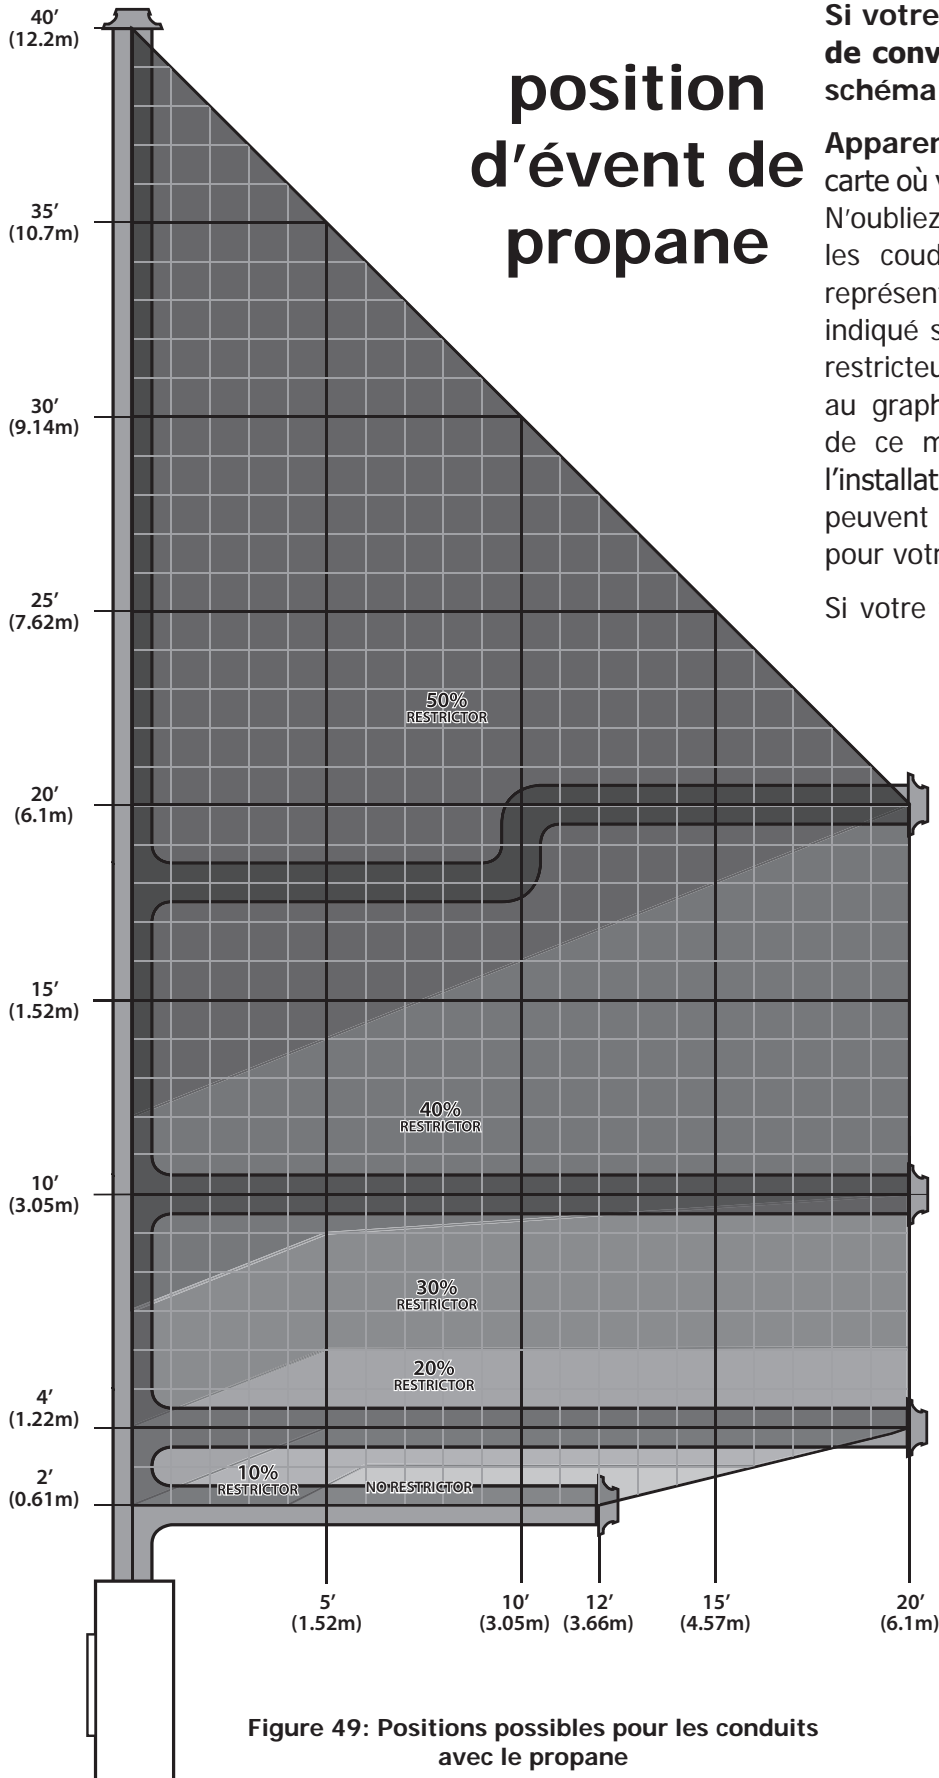
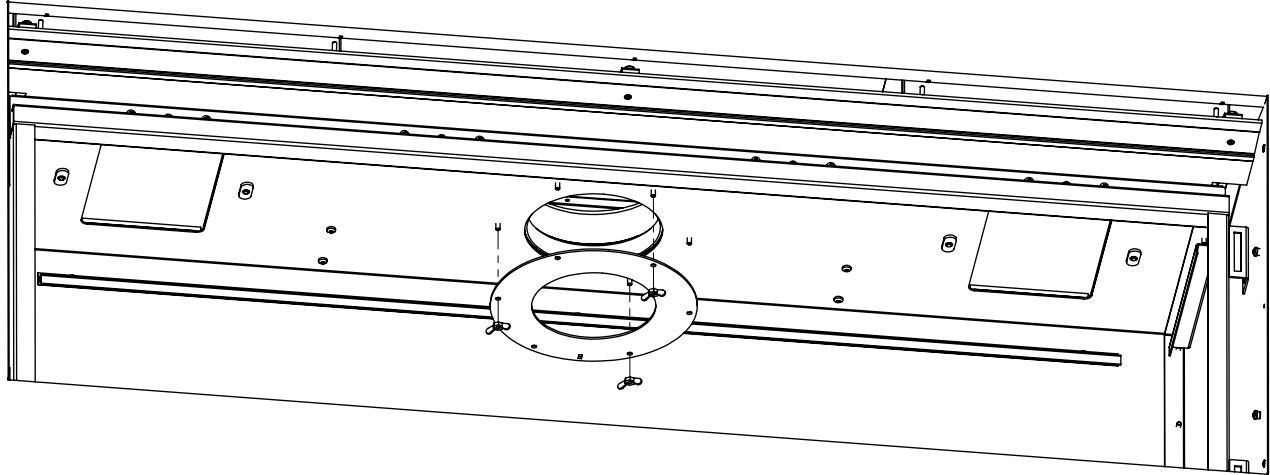

Figure 49: Positions possibles pour les conduits avec le propane
Figure 50: Kit de Restricteur
La Figure 49 montre la gamme d'options pour la configuration des conduits d'évacuation en utilisant soit des terminaisons horizontales, soit des terminaisons verticales ; toute configuration qui demeure dans la zone ombragée est acceptable. Avoir le moins de coudes possible est idéal car ils peuvent déranger le mouvement de l'air. La longueur totale de conduits horizontaux ne doit pas excéder 40 pi (6.1 m) et la longueur totale des conduits ne doit pas excéder 40 pi (12.2 m). Toute combinaison d'élévation et de longueur peut être utilisée à moins qu'elle tombe dans la zone ombragée (un total de deux (2) coudes de 90° ou quatre (4) coudes de 45° peuvent être utilisés. De plus, si un coude de 90° est utilisé à l'horizontal, 3 pi doivent être soustrait de la longueur totale (pour chaque coude de 45°, 1 ½ pi (45.7 cm) doivent être soustrait.)
Lors de l'installation du C60I, il peut être nécessaire d'ajouter un restricteur dans la boîte à combustion pour contrôler la combustion et l'apparence de la flamme. Le kit de réducteur d'échappement est inclus dans le sac de manuel, pour installer le restricteur d'échappement la porte de sécurité et porte en verre doivent être retirés, voir le chapitre Entretien et Réparation [Pg 15, 16, 17]. Il existe six différentes tailles de restricteur, assurez-vous que vous installez la bonne taille. Voir Figure 49 & Figure 50 pour les configurations d'évent et la restricteur correspondant. Il est cruciale d'installée la correcte restricteur pour un poêle efficace et flamme de bonne apparence.